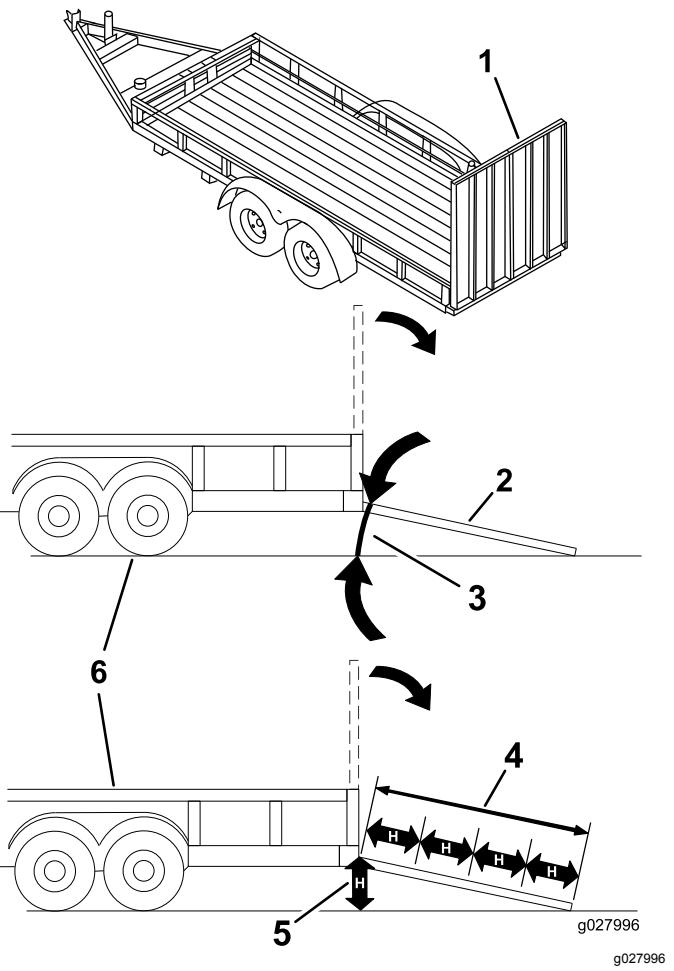

Figure 32
**Le chargement de la machine sur une remorque ou un camion augmente le risque de basculement, et donc de blessures graves ou mortelles (Figure 32).**
3. Abaissez la rampe pour que l'angle avec le sol ne dépasse pas 15 degrés (Figure 32).
1. Abaissez la rampe pour que l'angle avec le sol ne dépasse pas 15 degrés (Figure 32).